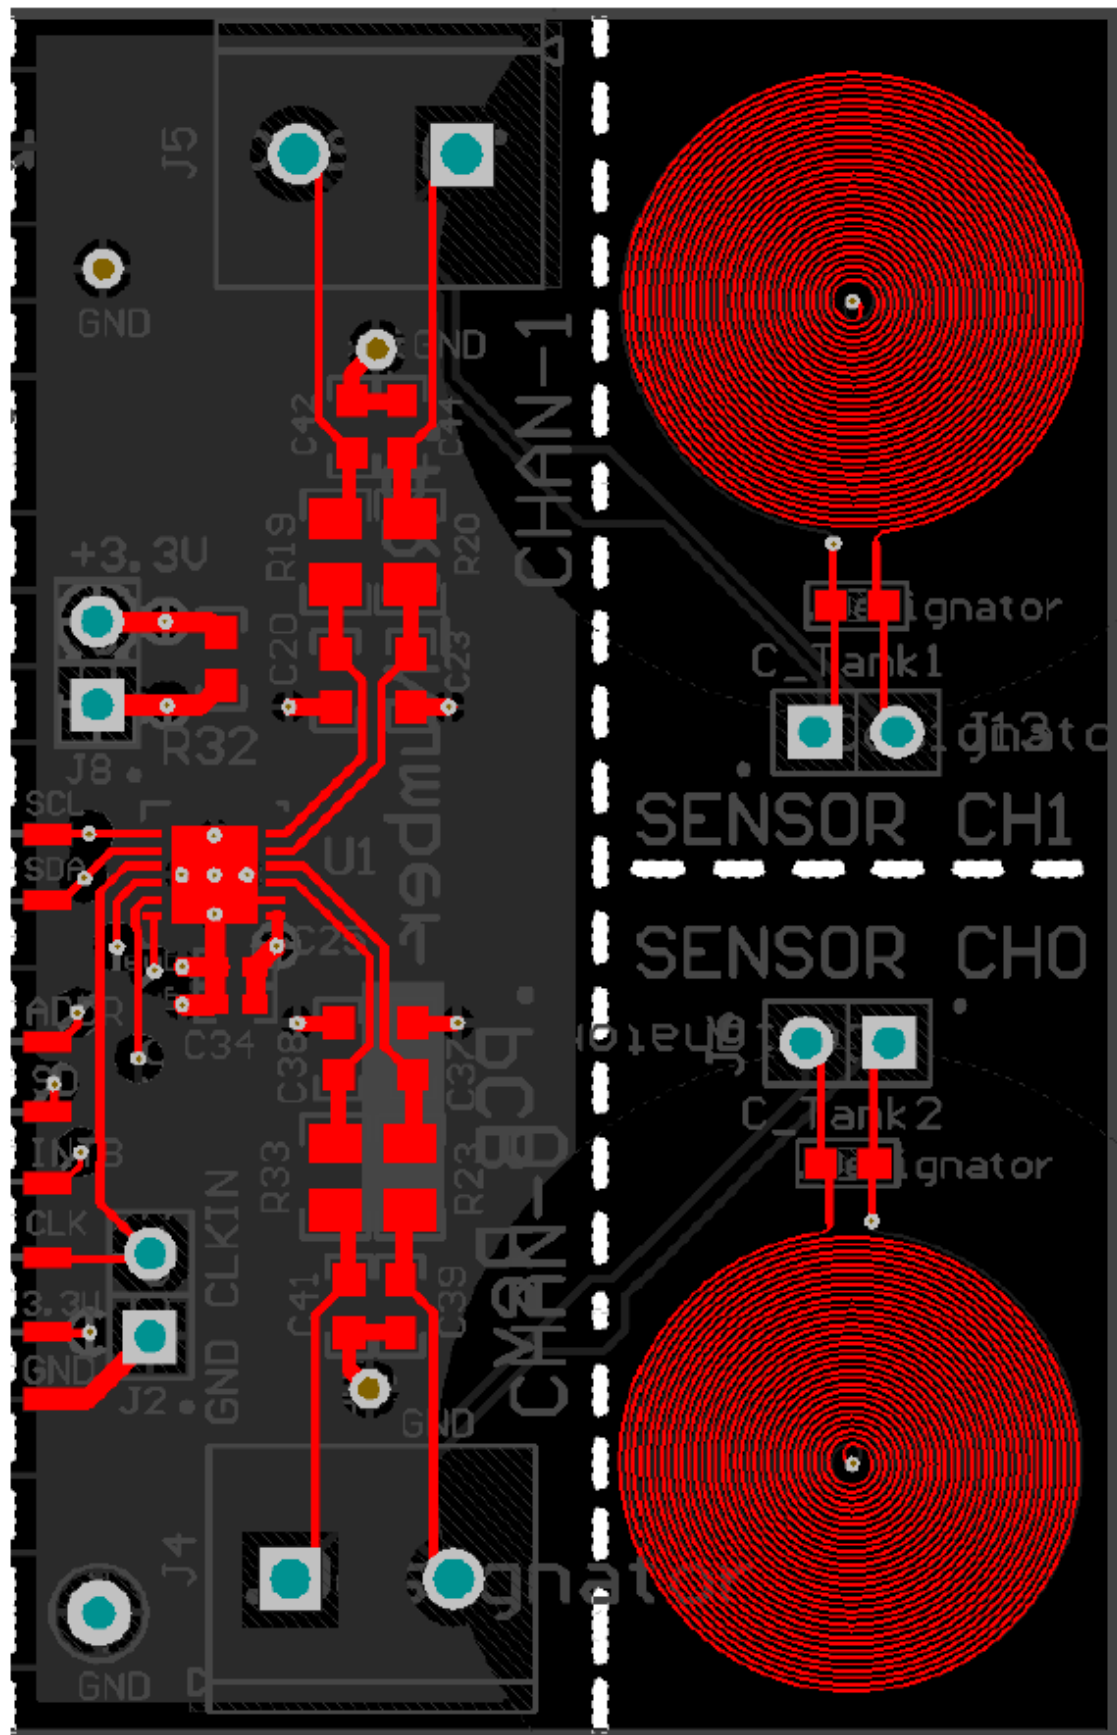

Figure 58. Example PCB Layout: Top Layer (Signal)
- 최적의 배치는 VDD 와 GND 단자에 가까운 것이 좋습니다. IC 의 VDD 단자와 GND 단자와 바이패스 커패시터에 의해 형성되는 루프 영역을 최소화 하려면 주의가 필요합니다. Figure58 의 레이아웃 샘플을 참조하십시오.